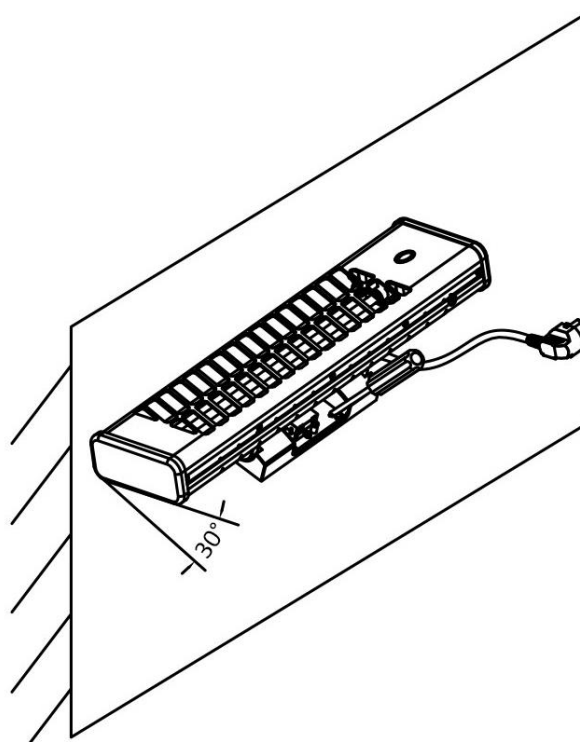

Fig.6
7. Vri ovnen på veggen helt opp, og stram deretter med to skruer nederst på veggmonteringen. (Se fig. 6) Nå er varmeapparatet sikkert festet til veggen.